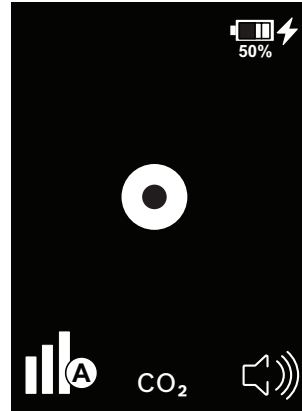

Abb. 21: Display im Zustand „Bereit“ bei angeschlossenem Ladegerät
- ⇒ *Der aktive Ladevorgang wird durch ein Blitzsymbol in der oberen rechten Ecke des Bildschirms angezeigt (siehe Abb. 21).*